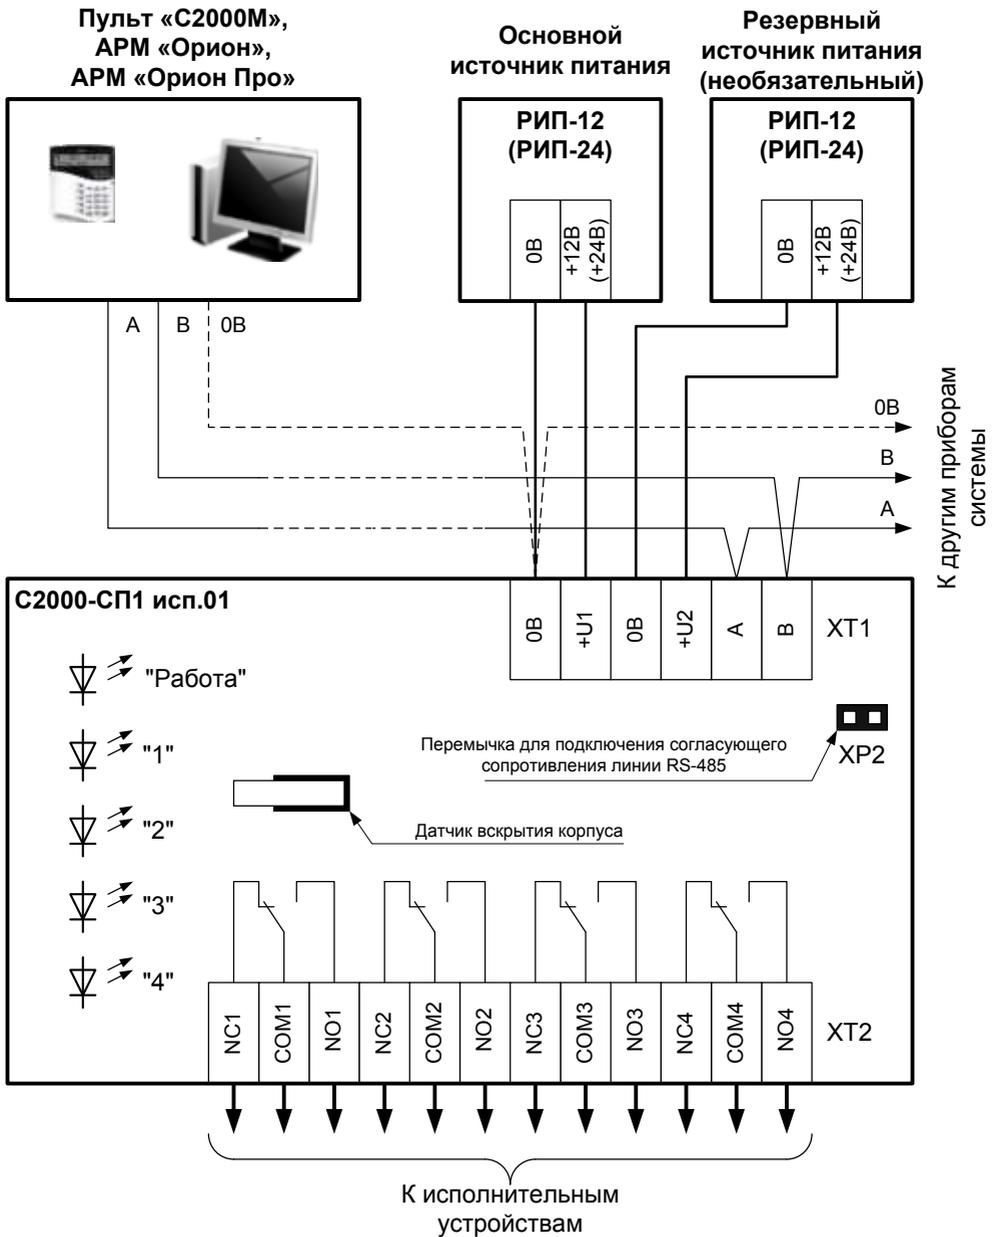

Рисунок 4. Схема внешних соединений блока
2.2 Монтаж соединительных линий производится в соответствии со схемой на рис. 4.
4.1.2 Если блок не является последним в линии интерфейса RS-485, удалите перемычку XP2, расположенную на плате блока (см. рис. 4).